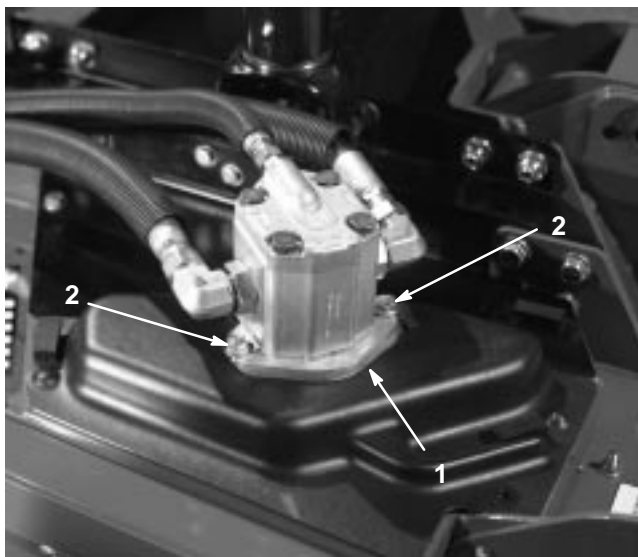

Figure 90
3. Enlevez les boulons qui fixent le moteur hydraulique au plateau de coupe (Fig. 90). Soulevez le moteur et placez-le sur le dessus du plateau de coupe.